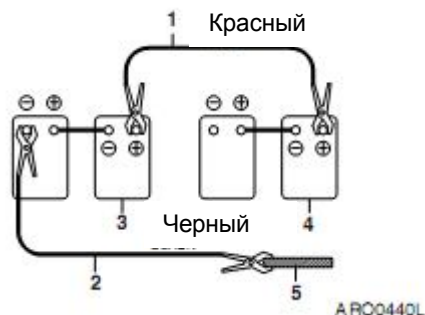

Рисунок 12
1. Выключите двигатель машины, на которой установлены вспомогательные батареи (3, рисунок 12).
2. Соедините один вывод красного кабеля (1, рисунок 12) с положительным полюсом (+) батарей запускаемой машины (4), а другой его вывод – с положительным полюсом (+) вспомогательных батарей.
3. Соедините один вывод черного кабеля (2, рисунок 12) с отрицательным полюсом (-) вспомогательных батарей (3). Заземлите верхнюю раму запускаемой машины (5) и другой вывод черного (-) кабеля (2, рисунок 12), при этом старайтесь присоединить вывод кабеля как можно дальше от батарей машины. **НЕ ПОКЛЮЧАЙТЕ НАПРЯМУЮ К ОТРИЦАТЕЛЬНОМУ ПОЛЮСУ БАТАРЕИ.**
1. Сначала отсоедините один вывод черного отрицательного (-) кабеля (2, рисунок 12) от корпуса машины.
2. Отсоедините второй вывод черного отрицательного (-) кабеля (2, рисунок 12) от вспомогательных батарей (3).
3. Отсоедините красный положительный кабель (+) (1, рисунок 12) от вспомогательных батарей (3).
4. Отсоедините красный положительный кабель (+) (1, рисунок 12) от батарей запускаемой машины (4).